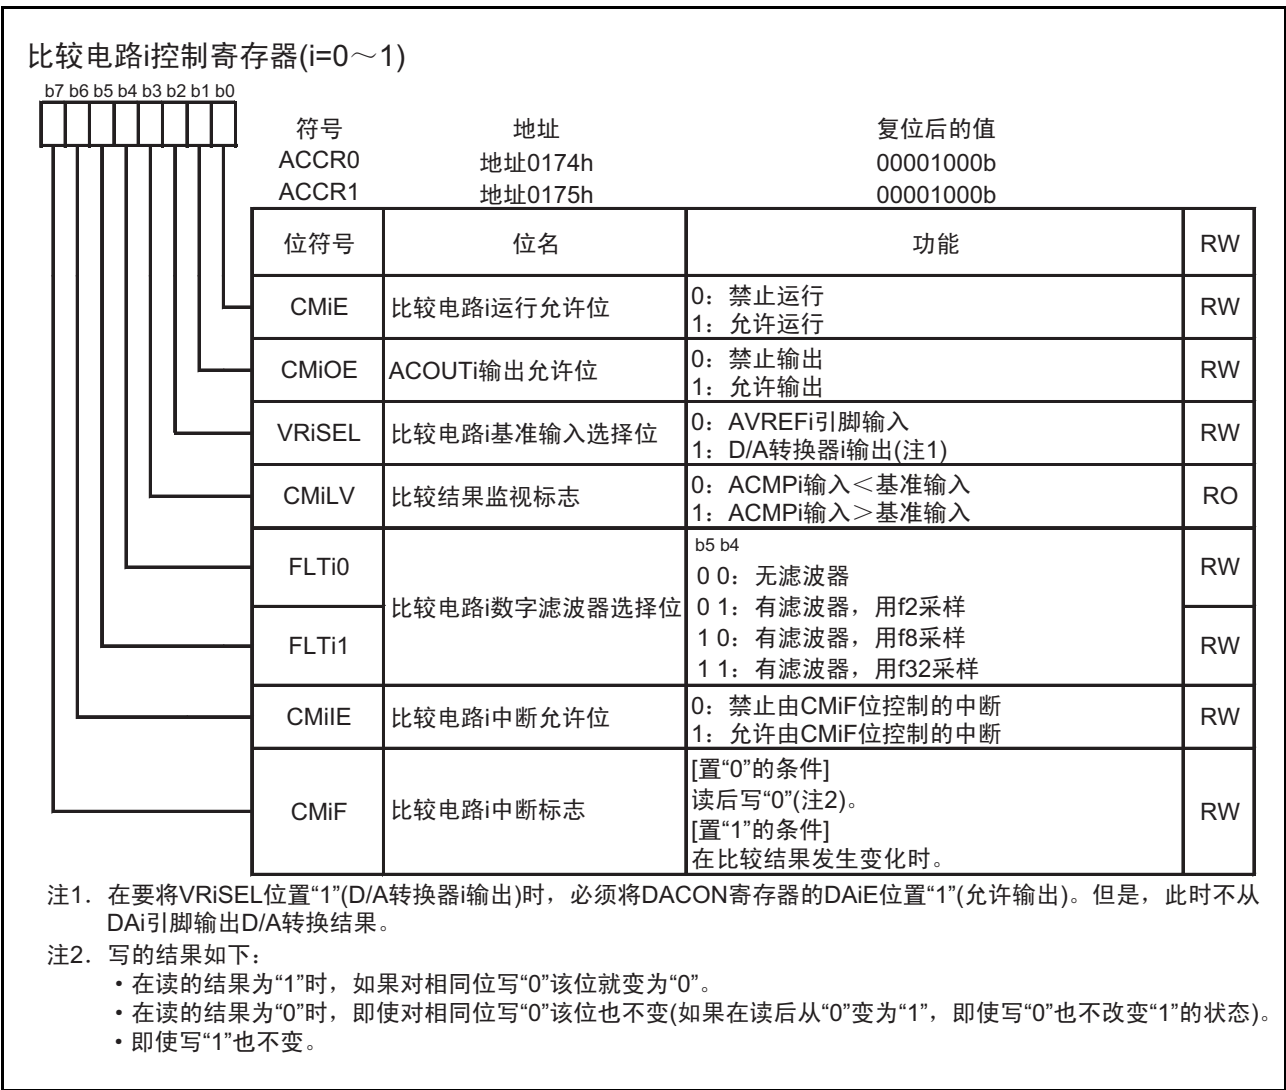
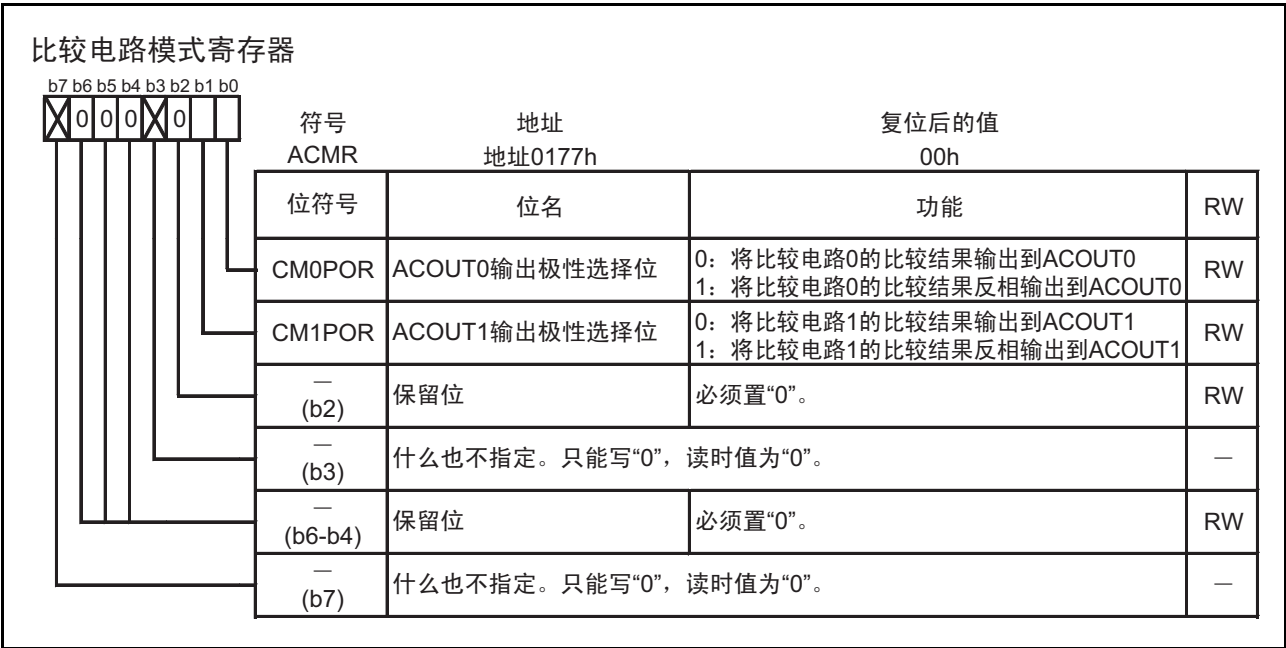

图 20.2 ACCR0 ~ ACCR1 寄存器
图 20.3 ACMR 寄存器
ACCR0 ~ ACCR1 寄存器和 ACMR 寄存器分别如图 20.2 和图 20.3 所示。
- 即使接受中断, CMiF 位也不会自动变为 “0”, 所以必须在中断程序内将其置 “0”。有关置 “0” 的方法, 请参照 “图 20.2 ACCR0 ~ ACCR1 寄存器”。